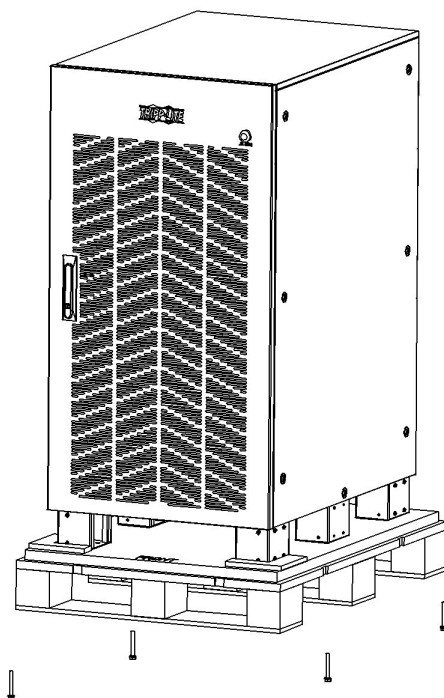

Figura 3-5
4. Retire los tornillos que sujetan el gabinete a la tarima (Figura 3-5).